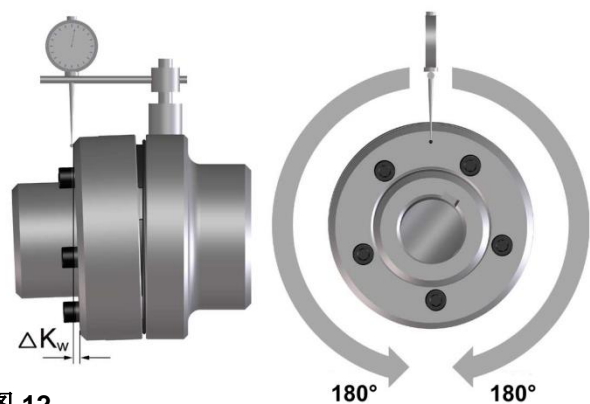

图 12
- ❑ 校正一整圈旋转角度 (360°)。确定最大偏差 ΔK_{w1} 以及最小偏差 ΔK_{w2} (图 12)。计算角向偏差 $\Delta K_w = \Delta K_{w1} - \Delta K_{w2}$ 。